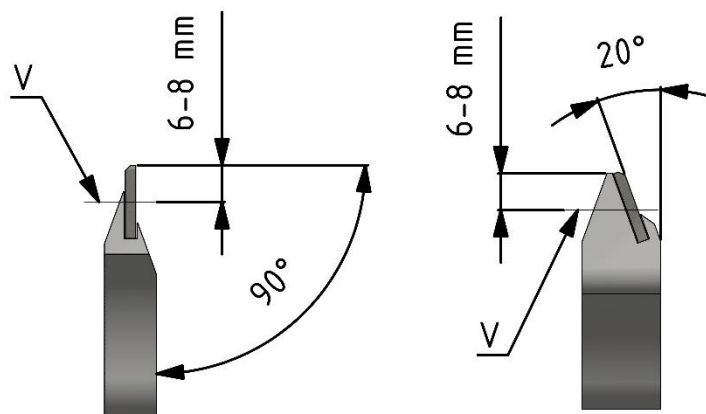

Bild 14
- Wir empfehlen die Spachteln nach einer Abnutzung von **6 - 8 mm** (siehe **Bild 14**, Verschleißgrenze **V**) zu tauschen, da die Auflagefläche sich vergrößert und sich dadurch die Reinigungswirkung verschlechtert.